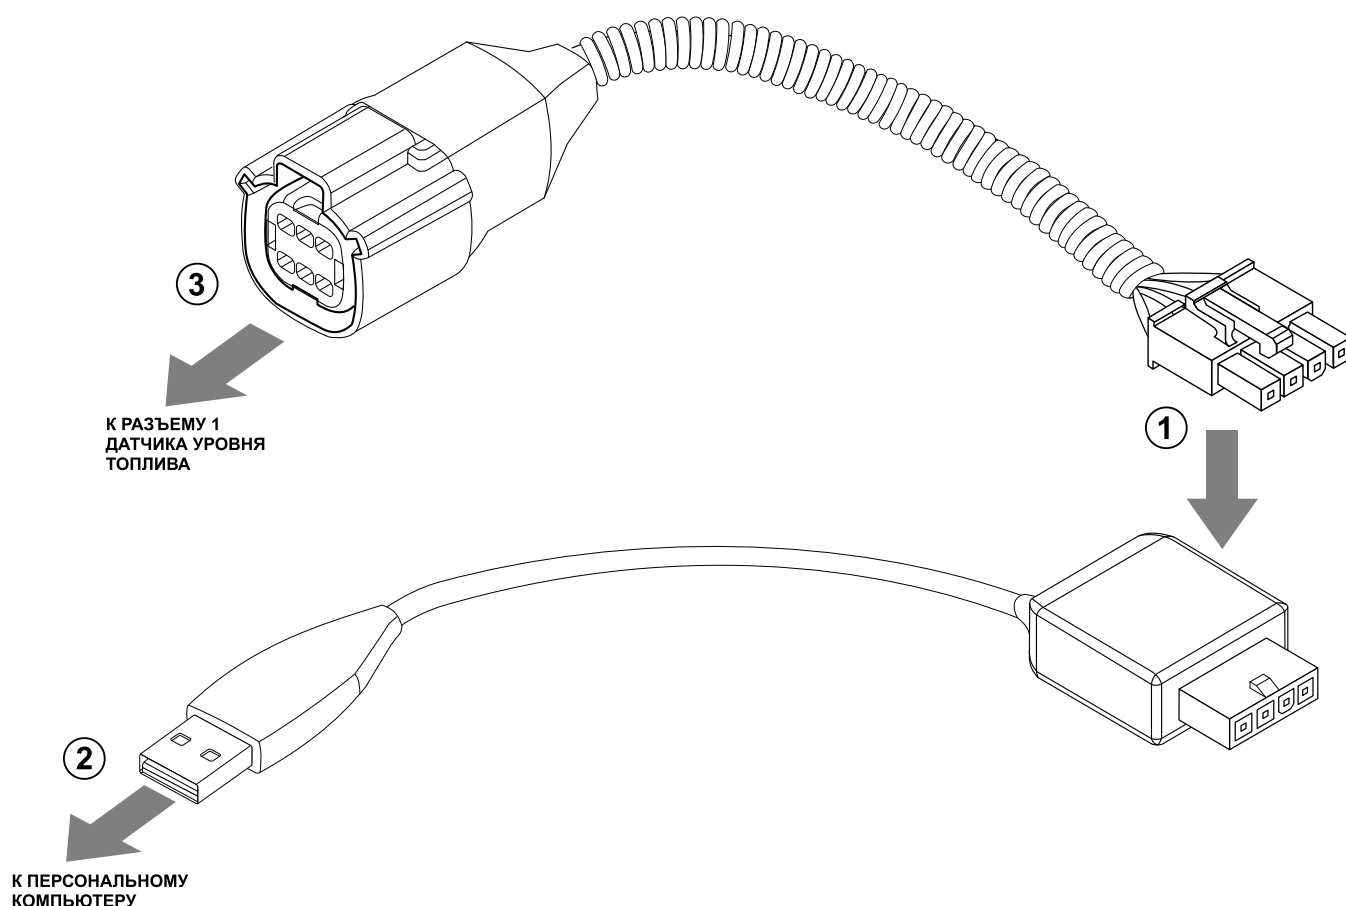

Рис.20. Подключение датчика к ПК
Первый способ предполагает подключение датчика к ПК или ноутбуку. Подключение датчика к ПК осуществляется с помощью преобразователя интерфейсов USB-RS485 (**Рис.20**). Для корректной работы датчика с ПК в операционной системе должны быть установлены драйверы на преобразователь интерфейсов.
2. Подключить четырехконтактный разъем преобразователя TKLS-Prog-485 к четырехконтактному разъему переходного кабеля (**Рис.20, 1**).
3. Подключить USB разъем преобразователя к ПК (**Рис.20, 2**).
4. Подключить другой конец переходного кабеля к Разъему 1 датчика TKLS (**Рис.20, 3**).